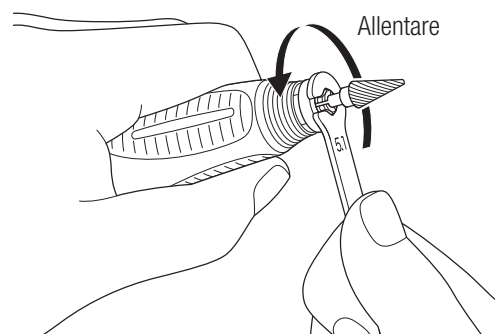

Fig. 8
- 2) Ruotare il mandrino in senso antiorario con la chiave inglese in dotazione con il prodotto (Fig. 8).